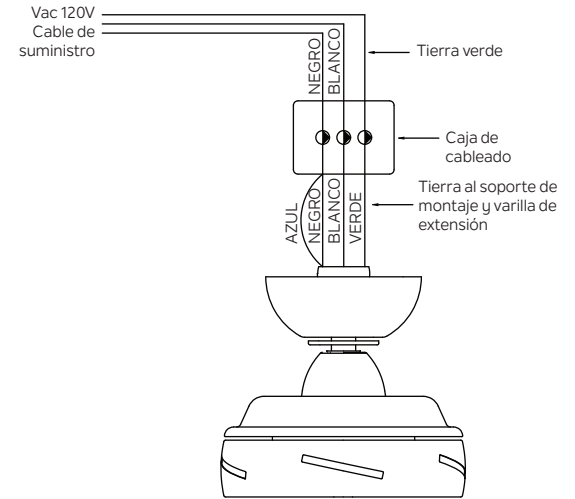

Figura 13
Paso 1. Conecte el cable de suministro del ventilador (negro) y el cable de suministro de luz (azul) al cable de suministro doméstico negro como se muestra en la Figura 13.